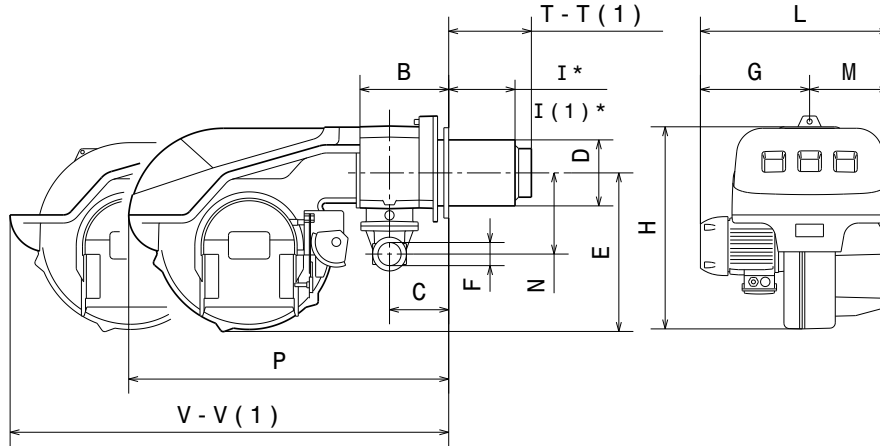

Abb. 1
Die Abmessungen des Brenners sind in der Abb. 1 angegeben. Beachten Sie, dass der Brenner für die Flammkopfspektion geöffnet werden muss, indem der hintere Teil auf den Führungen zurückgezogen wird.
* Die maximale Dicke der Kesseltür bezieht sich auf das Maß „I“ (Abb. 1 auf Seite 8).